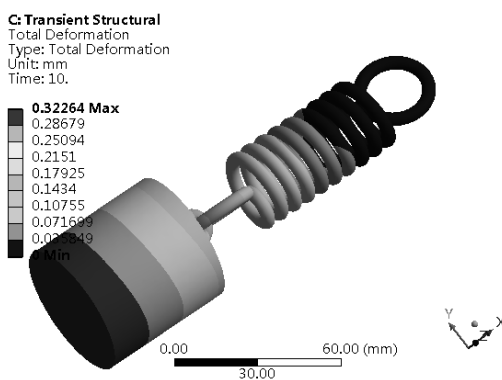

图 9-85 变形分析云图
Step4: 选择 Outline (分析树) 中 Solution (C6) 下的 Directional Deformation 选项, 此时会出现如图 9-85 所示的变形分析云图。